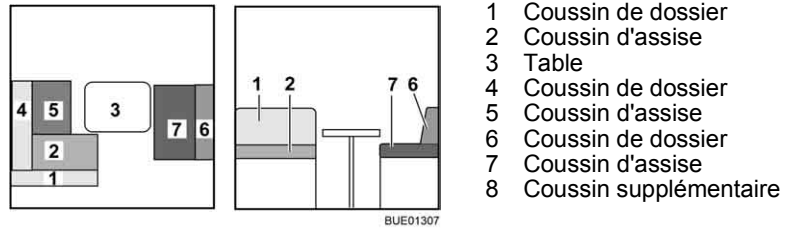

Fig. 133 Avant la transformation
- Convertir la table (Fig. 133,3) en sommier de lit (voir paragraphe 6.10).
- Retirer les coussins de dossier (Fig. 133,1 et 4) et les placer de côté.